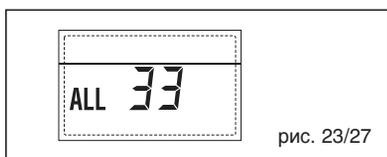

рис. 23/27
**– НЕПОЛАДКА СВЯЗИ ПЛАТЫ RS-485 В КАСКАДНОМ РЕЖИМЕ “ТРЕВ. 34” (рис. 23/28)**